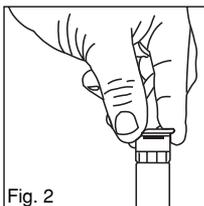

Fig. 2
1. Maintenez la buse avec les doigts par son diamètre extérieur et tournez dans le sens inverse des aiguilles d'une montre pour augmenter le secteur d'arrosage (Fig. 2).